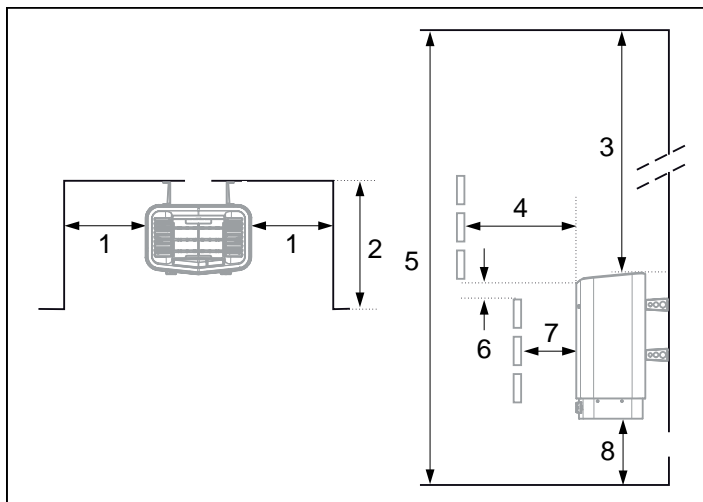

Fig 3: Placering av bastuaggregat - nischmontage
- på samma vägg som dörren (endast i undantagsfall på sidoväggen, men då mycket nära dörrväggen). Aggregatet kan också placeras i nisch (se Fig 3, sidan 2).
Placera aggregatet på säkert avstånd till golv, sidovägg och inredning (se Fig 3, sidan 2).